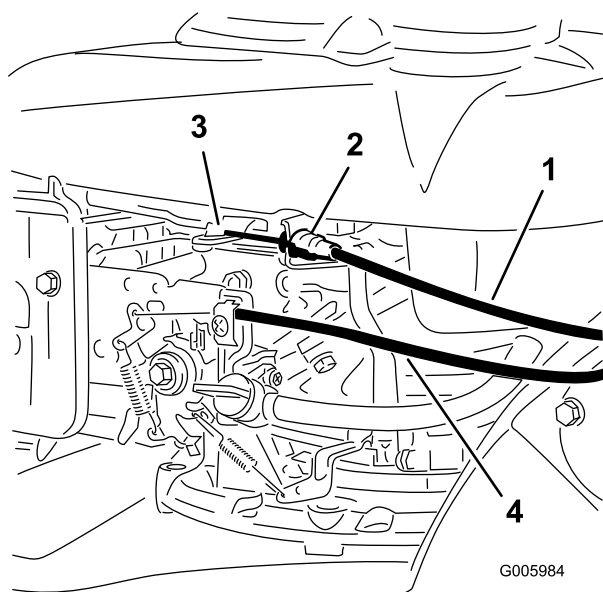
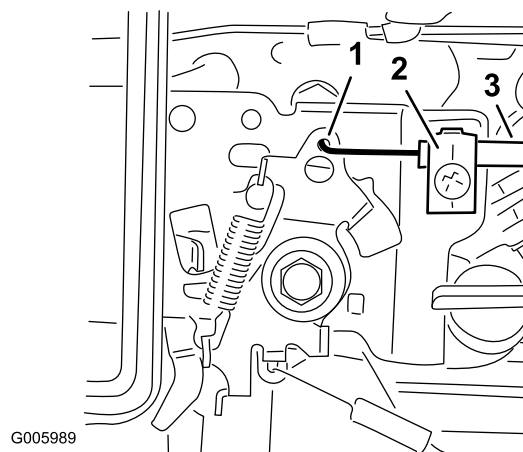

Figura 6
Figura 8
3. Fate passare il cavo del freno della lama all'esterno della stegola e attaccatene l'estremità alla macchina (Figura 6).
6. Fate passare il cavo dell'acceleratore all'esterno della stegola, inserite la guaina del cavo nel serrafilò e attaccate l'estremità del cavo alla leva dell'acceleratore sul motore (Figura 6 e Figura 8).